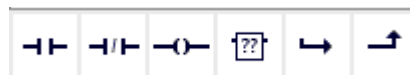

Figura 14. Iconos de los elementos para la creación del programa.
14. En la Figura 14 se muestran los elementos favoritos para la creación de los segmentos del programa en el siguiente orden: “Contacto normalmente abierto”, “Contacto normalmente cerrado”, “Asignación”, “Cuadro vacío”, “Abrir rama” y “Cerrar rama”. (sino aparecen, active el icono  “Mostrar Favoritos también en el editor”)
Para simplificar la solución anterior, pueden utilizarse funciones de memoria, estas pueden encontrarse siempre en los iconos de favoritos, específicamente en el ícono de "Cuadro vacío" (Ver Figura 14).